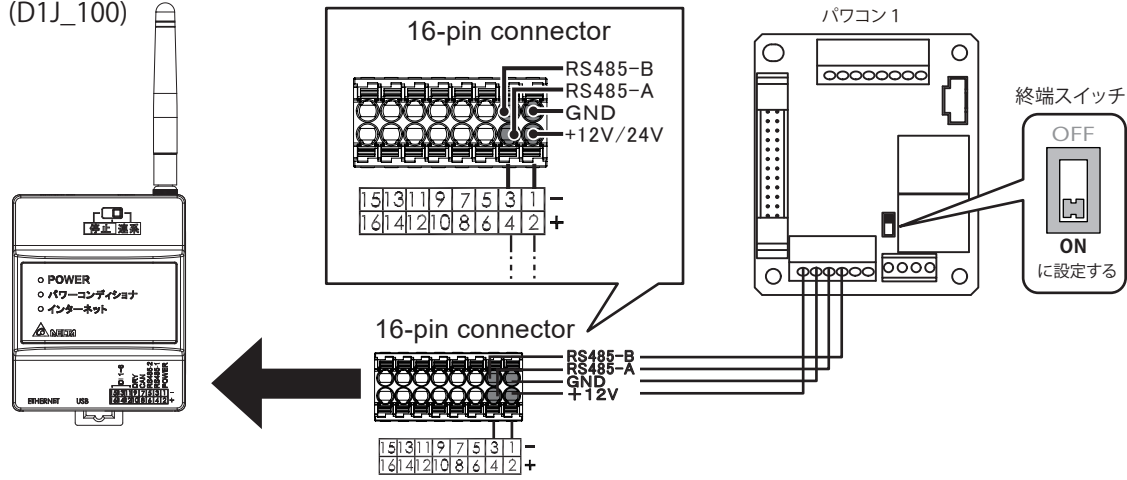

図 5-7 1台のパワーコンディショナを接続するとき
- ・パワーコンディショナを単独で設置するときには、RS-485 の終端抵抗を ON に設定してください。(図 5-7)